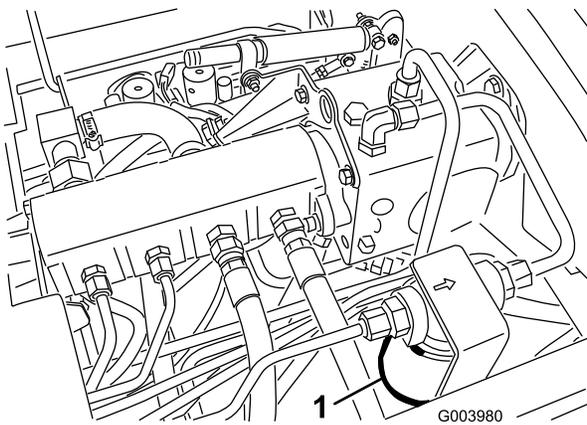
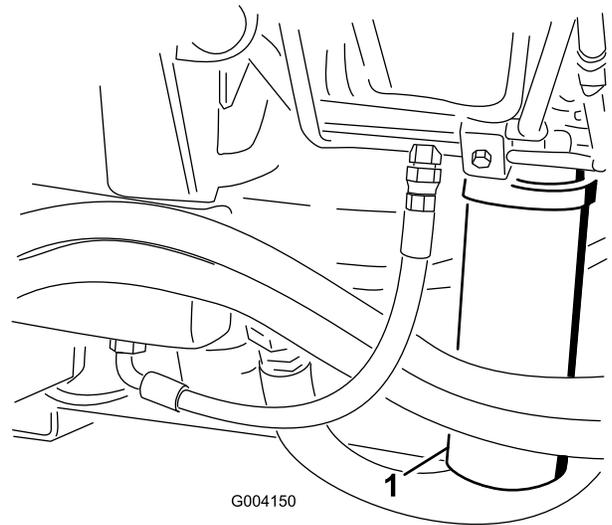

Figura 79
Figura 80
2. Limpe a área à volta da área de montagem do filtro e coloque um recipiente de drenagem por baixo do filtro (Figura 79) e (Figura 80).